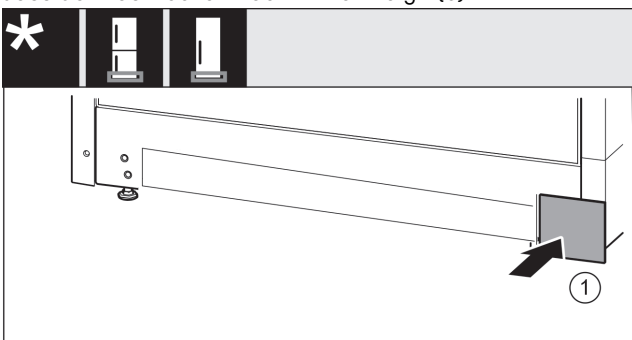

Fig. 37
- Abdeckung auf der anderen Seite wieder aufsetzen. *Fig. 37 (1)*